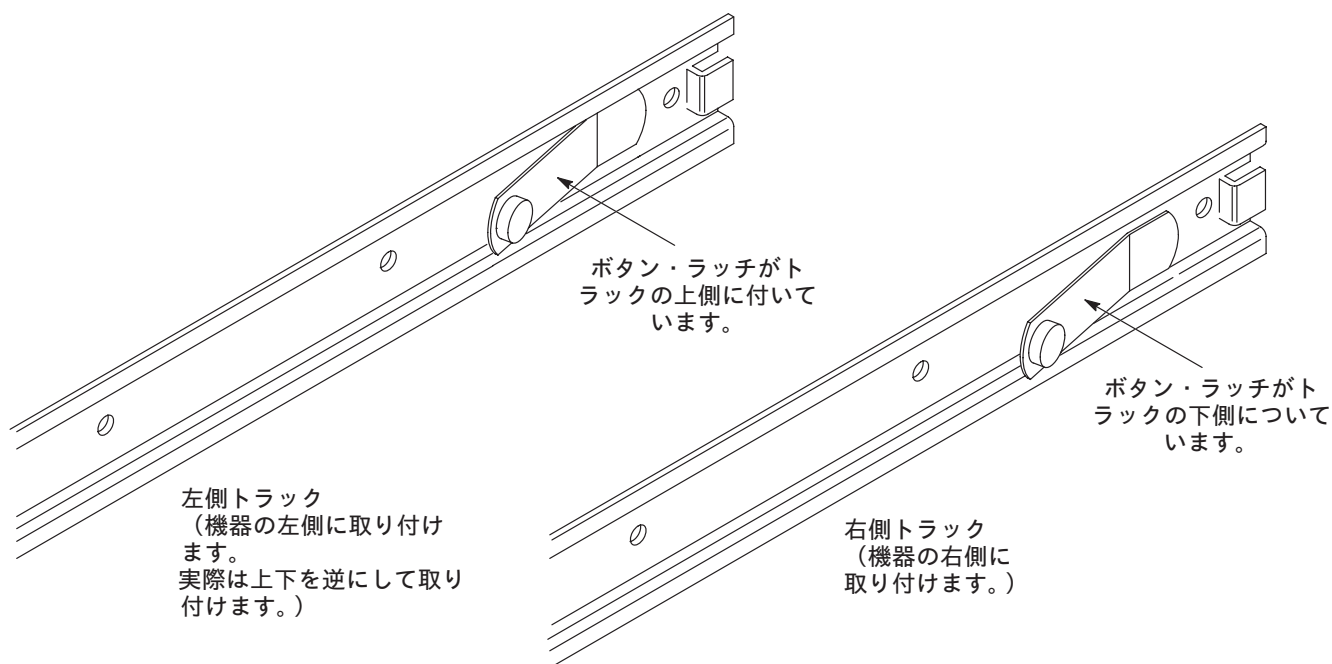

図 10-6: インサイド・トラックの左右の区別
- 図10-6を参考にして左右のトラックを識別します。
- 右側トラックの取付け孔と右側前後ブラケットの取付け孔を図10-6の向きに合わせます。